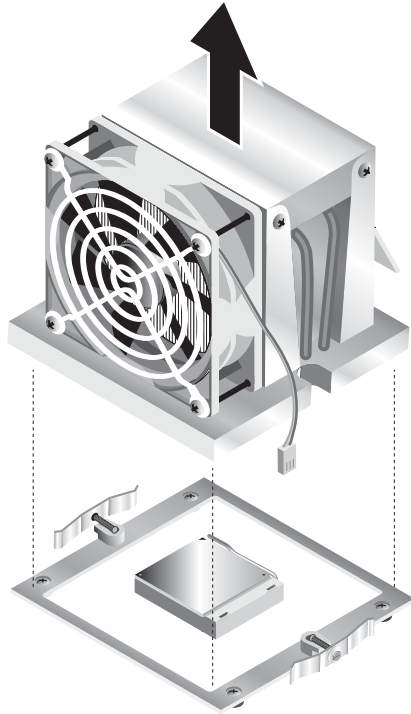

FIGURE 4-9 Retrait du module dissipateur de chaleur/ventilateur
7. Soulevez verticalement le module dissipateur de chaleur/ventilateur pour le retirer de la carte (voir la FIGURE 4-9).